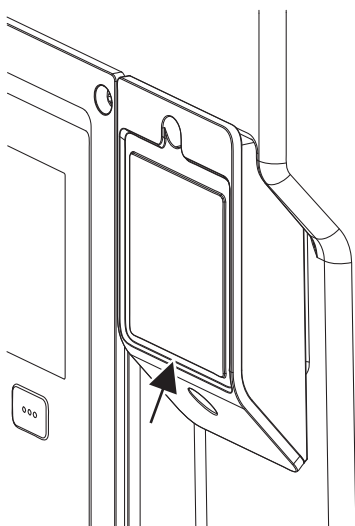

Fig. 28: Deksel for Wilo-Smart Connect modul BT
1. Løsne skruen på Wilo-Smart Connect moduldekselet (Fig. 28), og åpne dekkelet.
På grunn av utførelse kan Wilo-Smart Connect modul BT bare settes på plass i én justeringen. Det er ingen ytterligere feste av selve modulen. Dekselet til Wilo-Smart Connect (Fig. 28) på overdelen av elektronikkmodulen holder modulen fast i grensesnittet.